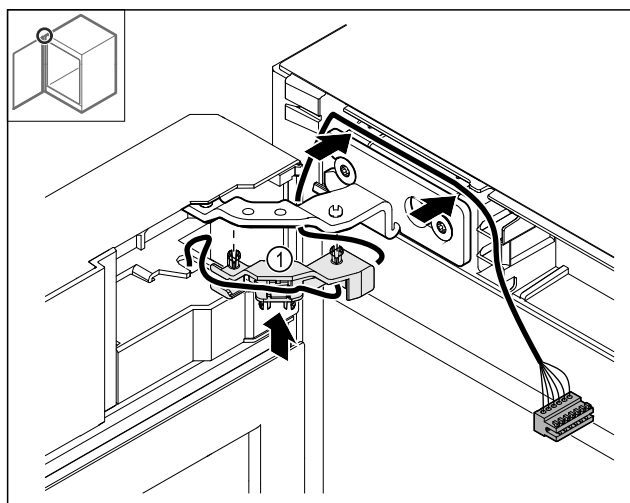

Fig. 51
- ▶ Притисніть кабельний тримач так, Fig. 51 (1) щоб він увійшов у шарнір.